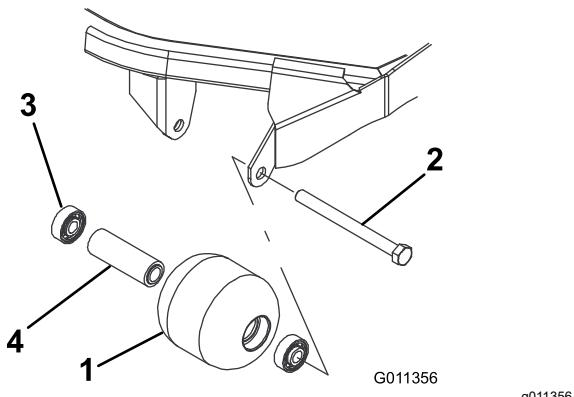

Figure 88
1. Retirez le boulon de fixation du galet (Figure 88).
4. Vérifiez l'état du logement de roulements, des roulements et de l'entretoise de roulements (Figure 88) Remplacez les composants endommagés et remontez-les.
1. Enfoncez le premier roulement dans le logement à la presse (Figure 88). Exercez la pression uniquement sur la bague extérieure ou uniformément sur les bagues intérieure et extérieure.
2. Insérez l'entretoise (Figure 88).
3. Enfoncez le second roulement dans le logement à la presse (Figure 88). Exercez une pression uniforme sur les bagues intérieure et extérieure jusqu'à ce que la bague intérieure rencontre la douille d'écartement.